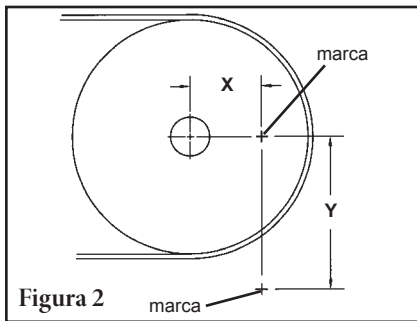

Figura 2
- Ubicación del eje, demasiado hacia afuera: El espacio de contacto inicial de la banda/hoja es mayor que 1/8" (3mm) (Figura 2). Si la hoja está tensada correctamente, es posible que se voltee antes de que se desgaste por completo. Si la tensión es muy leve desarrollará rápidamente un “efecto de sonrisa” y no limpiará correctamente.